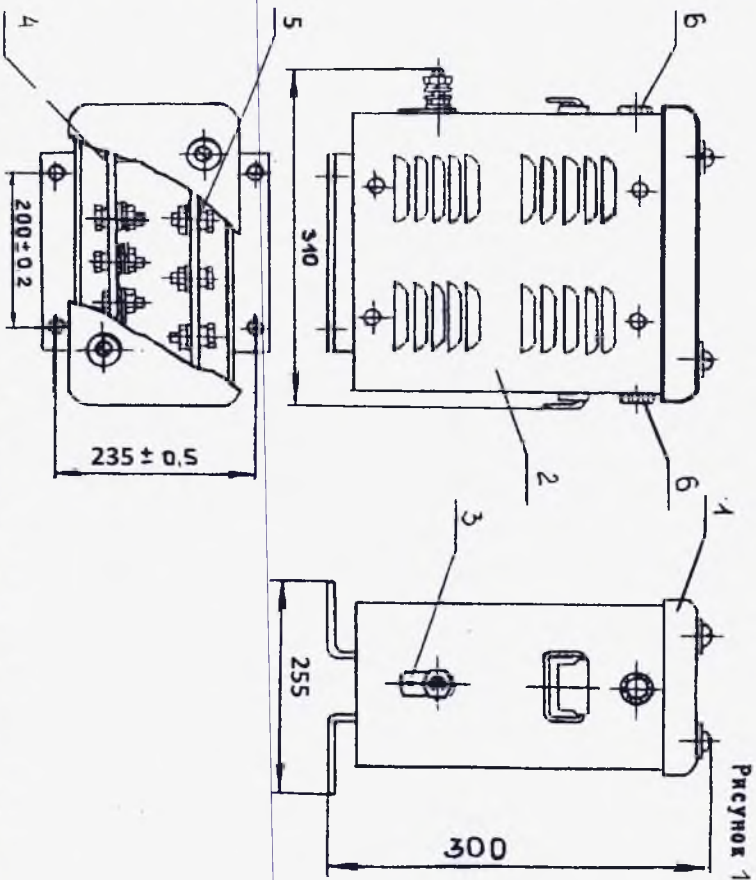

Рисунок 1
10.2.3. Габаритные и установочные размеры трансформатора приведены на рис. 1.